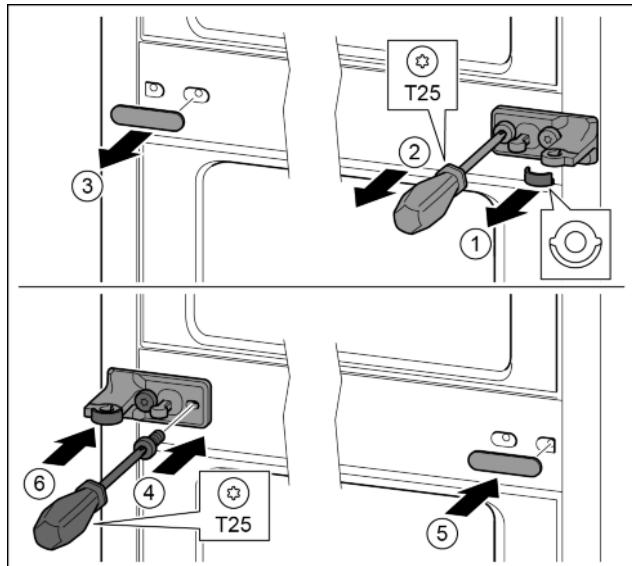

Fig. 14
- Зніміть перстину. Fig. 14 (1)
- Викрутіть гвинти за допомогою викрутки T25. Fig. 14 (2)
- Обережно зніміть кришку. Fig. 14 (3)
- Опорний кронштейн із плівкою, повернутий на 180°, закріпіть гвинтами з іншого боку. Fig. 14 (4)
- Почекіть кришку, що повернута на 180°, з іншого боку праворуч. Fig. 14 (5)
- Встановіть шайбу спереду. Fig. 14 (6)